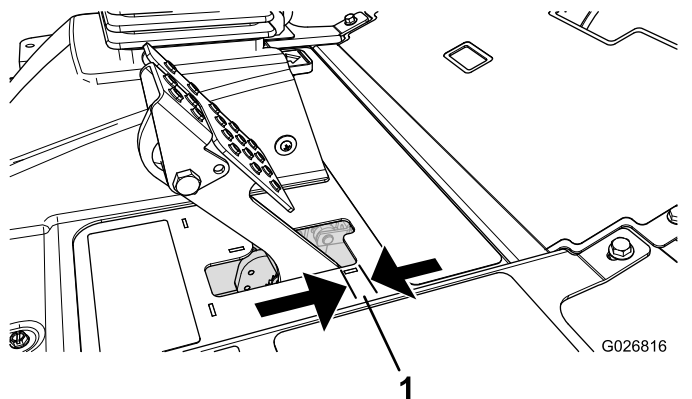

Figura 71
Regolate i freni se il pedale ha un "gioco" superiore a 2,5 cm (Figura 71), o quando è necessaria maggiore forza di tenuta. Per gioco s'intende la distanza che il pedale percorre prima che si avverta la resistenza della frenata.
2. Serrate il dado posteriore per spostare indietro il cavo, finché i pedali del freno non hanno un gioco compreso tra 6,3 e 12,7 mm (Figura 71), prima che la ruota si blocchi.